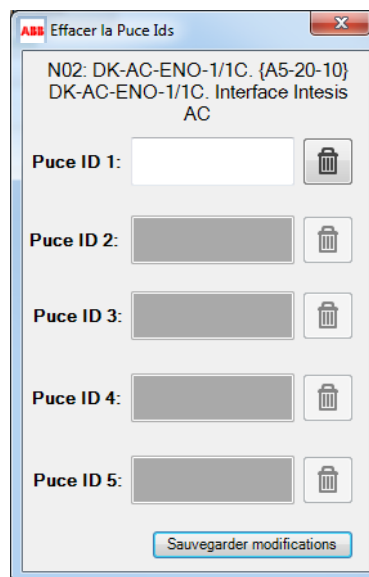

Figure 5.22 Processus d'élimination
- **Effacer** : lorsque vous cliquez sur l'icône de la corbeille, une nouvelle fenêtre émergera (voir Figure 5.22). Sur cet écran, l'utilisateur verra toutes les Puces IDs du nœud associé et pourra éliminer chaque Puce ID individuellement. Souvenez-vous de cliquer sur le bouton **Sauvegarder modifications** avant de fermer la fenêtre.